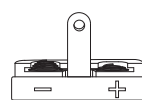
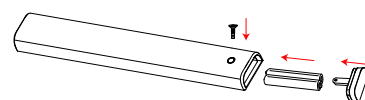

Figure 1
Figure 2
3. Mettez en place les piles tel qu'indiqué sur le schéma dans le compartiment à pile (Figure 2). Tenez compte de la polarité au moyen des symboles négatif et positif sur le couvercle (Figure 1). Remplacez le couvercle et resserrez la vis, puis testez la télécommande pour vérifier son bon fonctionnement.